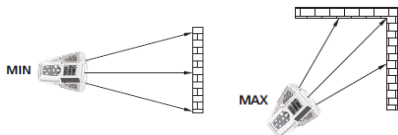

Abb. 3: Beispiele von kontinuierlicher Messung von Abstand
4. Der minimale und maximale Wert des Abstands erscheinen in den Teildisplays, und die kontinuierliche Messung erscheint im Ergebnisdisplay und ändert dynamisch mit der Bewegung des Geräts (siehe Fig. 3).